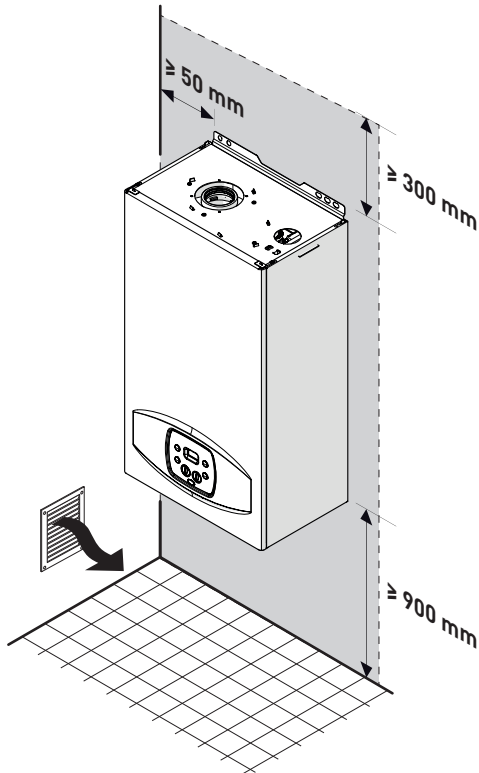

Рис. 20
- При монтаже необходимо учесть расстояния, необходимые для доступа к устройствам безопасности/регулировки и выполнения работ по техническому обслуживанию (см. Рис. 20).